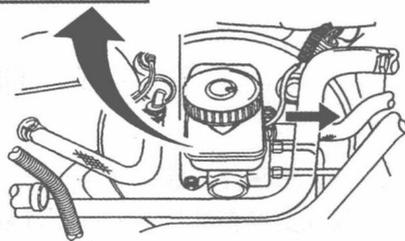
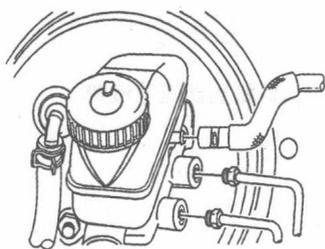

图 1-6 断开制动液储液罐电气插接器
图 1-7 制动管路的断开
- (1) 断开制动液储液罐电气插接器，如图 1-6 所示。
- (2) 在装备防抱死制动系统的车辆上，从总泵缸体上断开制动管路。
- (3) 在未装备防抱死制动系统的车辆上，从比例阀上断开制动管路。
- (4) 在装备手动变速驱动桥的车辆上，从总泵上断开离合器软管插头卡夹。制动管路断开，如图 1-7 所示。